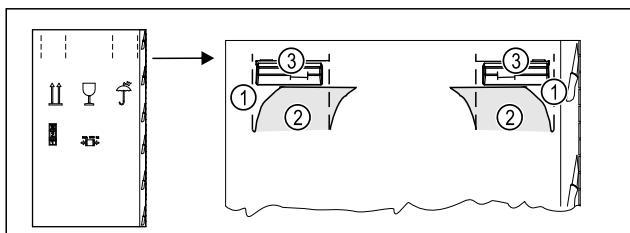

Fig. 3
- ▶ 按下包装箱顶部的易撕条 Fig. 3 (1)。
- ▶ 拉出已压入的箱体挡板 Fig. 3 (2)。
- ▶ 可看见左右提手 Fig. 3 (3)。
- ▶ 抓住冰箱的提手 Fig. 3 (3)。